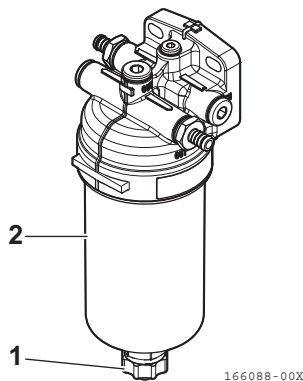

Figura 12
- 2. Retire el tapón de drenaje **(Figura 12, (1))**.
- 3. Retire la tapa del filtro **(Figura 12, (2))** con una llave (diámetro: 30).